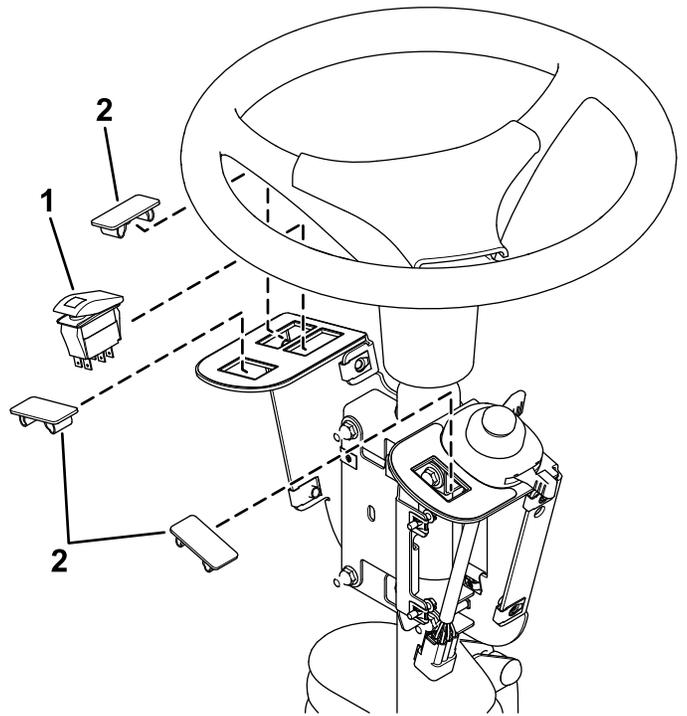

Figura 5
3. Instale el interruptor basculante y los tapones en el soporte de los interruptores (Figura 5).